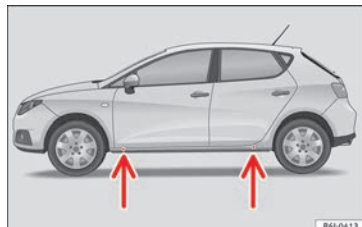

Abb. 160 Aufnahmepunkte für den Wagenheber.
- Suchen Sie am Unterholm den Aufnahme- punkt, der dem zu wechselnden Rad am nächsten liegt » Abb. 160.
Am Unterholm kennzeichnen jeweils vorn und hinten Eindrückungen die Stellen, an denen der Wagenheber angesetzt werden darf » Abb. 160. Es gibt für jedes Rad genau eine Stelle. An anderen Stellen darf der Wagenheber nicht angesetzt werden.